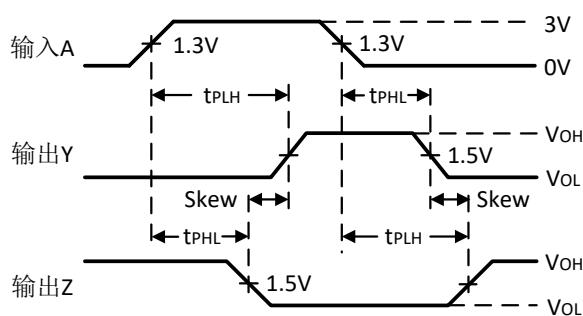

图 2. 传输延时时间和输出斜交时间
3. 测试传输延时时间和输出斜交时间，需要断开 S1 和 S2，对应的测试波形如图 2。